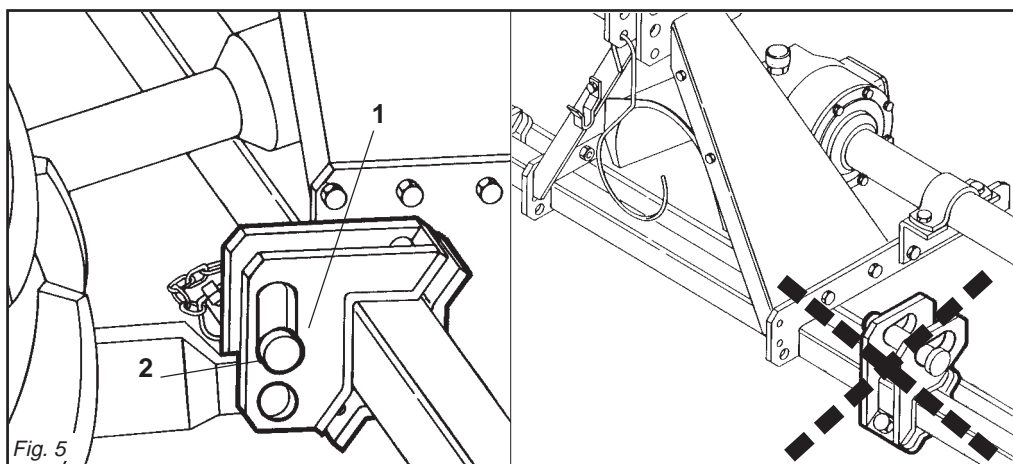

Fig. 5
In base alle dimensioni specifiche di questi 2 tipi di attacchi dei trattori è necessario determinare la posizione più favorevole della zappatrice spostando opportunamente sul tubo quadro le piastre (1 Fig. 5) e inserendo i perni (2 Fig. 5) nei fori corrispondenti al giusto diametro delle parallele del trattore.
Le piastre (1 Fig. 5) vanno montate sempre e solo come mostrato in Fig. 5
*Depending on the precise dimensions of these two types of hitches, find the best position for the cultivator by moving the plates (1 Fig. 5) along the square tubular and inserting the pin (2 Fig. 5) in the holes corresponding to the correct diameter for the tractor's parallel arms.*
*The plates (1 fig. 5) must always and only be mounted as shown in Fig. 5*
Aufgrund der spezifischen Abmessungen dieser beiden Schlepperanschlüsse kann man die günstigste Position der Hackfräse festlegen, indem man die Platten (1 Abb. 5) auf dem Vierkantröhre verschiebt und die Bolzen (2 Abb. 5) in die entsprechenden Bohrungen mit dem richtigen Durchmesser auf dem Schleppergestänge einsteckt.
Die Platten (1 Abb. 5) dürfen nur und ausschließlich so montiert werden, wie
*En fonction des dimensions spécifiques de ces deux types d'attaches des tracteurs il faut déterminer la position la plus favorable de la houe en déplaçant, sur le tube carré, les plaques (1 Fig. 5) et introduire les axes (2 Fig. 5) dans les trous correspondant au bon diamètre des parallèles du tracteur.*
*Les plaques (1 Fig.5) doivent obligatoirement être montées comme illustré dans la Fig. 5 en utilisant les*
En relación a las dimensiones específicas de estos dos tipos de enganche de los tractores hace falta determinar la posición más favorable de la binadora desplazando oportunamente en el tubo cuadrado las placas (1 Fig.5) e introduciendo los pernos (2 Fig.5) en los orificios correspondientes al correcto diámetro de las paralelas del tractor.
Las placas (1 Fig.5) deben ser montadas siempre y solamente según
- 1 - Accostare le parallele del sollevatore ponendole all'interno delle piastre (1 Fig. 5), inserire il perno (2 Fig. 5) nel foro predisposto e bloccare con le copiglie a scatto.
- 1- *Near the lift bars, setting them in the most suitable plates (1 Fig. 5). Insert the pin (2 Fig. 5) into the relative hole and lock in place with the snap-in split pins.*
es in Abb. 5 gezeigt ist, nämlich mit den Bohrungen, die vor dem Vierkantrohr angeordnet sind. Der Hersteller haftet nicht für die Beschädigung der Hackfräse oder des Schleppers infolge der Nichtbeachtung dieser Angabe.
- 1- Die Lenker des Krafthebers annähern und in die am besten geeigneten Platten schieben (1 Abb. 5). Den Bolzen (2 Abb. 5) in das Loch stecken und mit dem einrastenden Splint blockieren.
- 1- *Approchez les barres du relevage en les plaçant à l'intérieur des plaques les plus appropriées (1 Fig. 5), introduisez l'axe (2 Fig. 5) dans le trou correspondant et bloquez par les goupilles à encastrement.*
lo indicado en la Fig. 5 con los orificios posicionados delante del tubo cuadrado. La firma constructora no es responsable de rupturas en la binadora o en el tractor originadas por falta de respeto de esta indicación.
- 1- Acercar las barras del elevador poniéndolas dentro de las placas más indicadas (1 Fig. 5), introducir el perno (2 Fig. 5) en el orificio y bloquear con los pasadores de resorte.